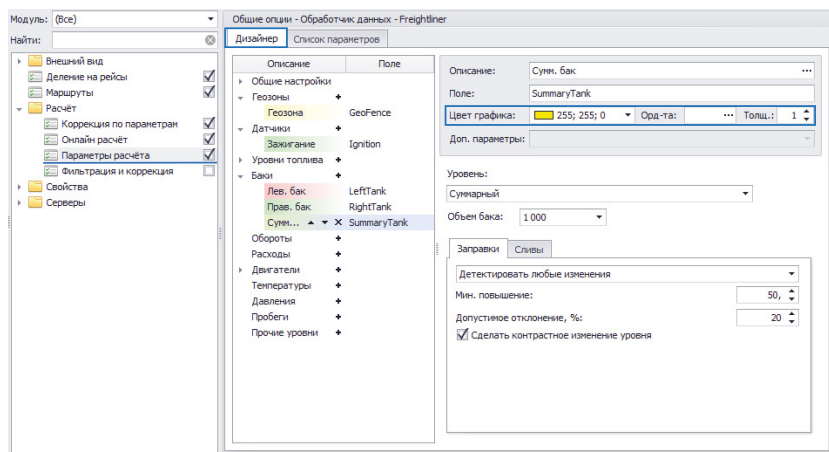

Рис.250. Настройка свойств графика в Дизайнере параметров.
- Если параметр был добавлен в программу через Дизайнер параметров, то необходимо перейти на вкладку «Дизайнер», найти нужный параметр и настроить цвет, толщину линий и подпись вертикальной оси графика – «Орд-та» (Рис.250).